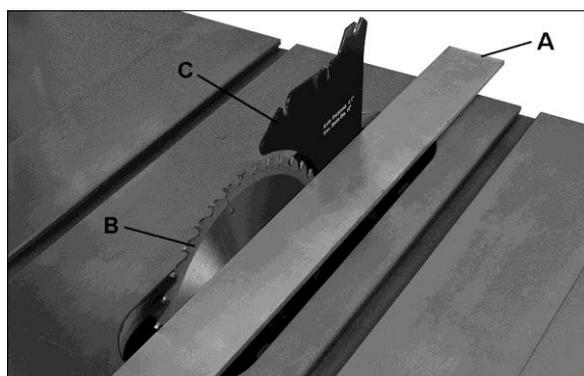

Рис. 20
2. Поместите линейку (см. рис. 20) на столе, так что бы край упирался в пильный диск (В, рис. 20) и расклинивающий нож (С, рис. 20). Поверните пильный диск так, чтобы верхняя часть зуба пильного диска касалась линейки. Пильный